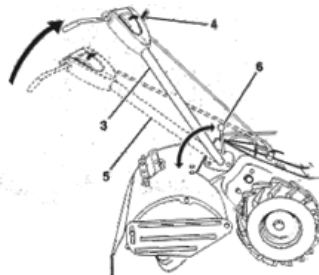

ABB. 2
2. Greifen Sie das Griffgestell und heben Sie vorsichtig die Basis des Griffs in die „Oben“-Position, wie in der Abbildung gezeigt (Abb. 2). Achten Sie darauf, dass das Griffschloss in der Nut des Getriebes verbleibt. Ziehen oder biegen Sie keine Kabel.